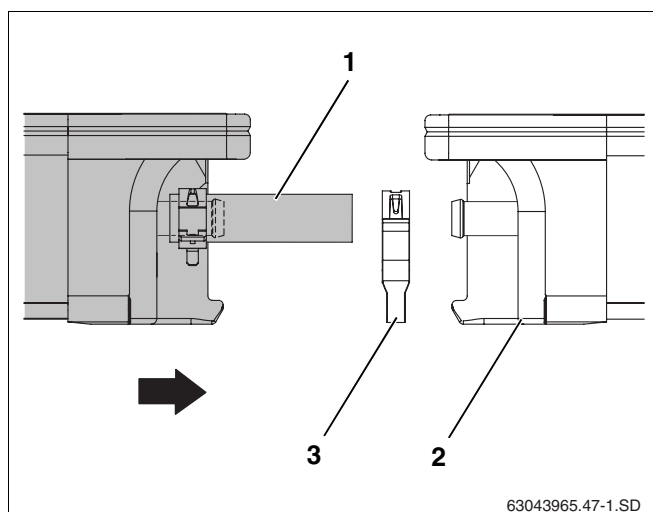

Fig. 49 Posizionamento del secondo collettore contro il primo
- Posare il secondo collettore con i tubi di gomma per solare già montati sulle guide profilate (fig. 49, **pos. 1**) e farlo scivolare dentro la sicurezza anti scivolamento.
- Spingere la seconda fascetta elastica (fig. 49, **pos. 3**) sul tubo di gomma per solare.
- Spingere il collettore contro il primo collettore (fig. 49, **pos. 2**) in maniera tale che i tubi di gomma per solare precedentemente montati vadano a infilarsi negli attacchi di sinistra del primo collettore.